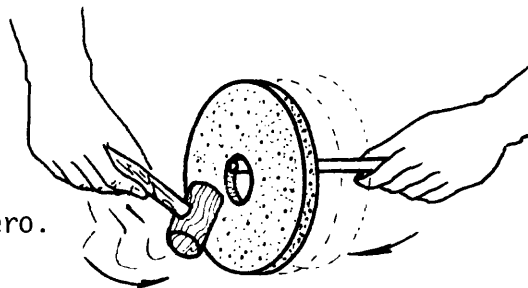

Fig. 1
- b Golpéela con un mazo (fig. 1).